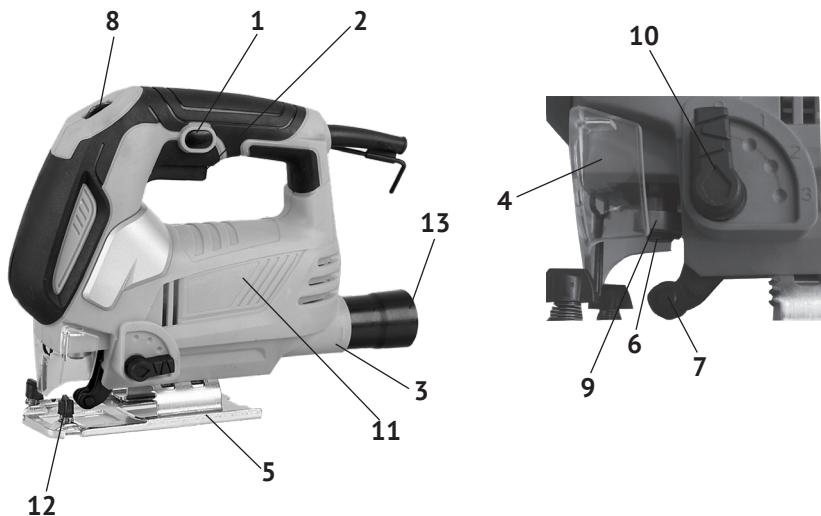

рис.1
1.6 Общий вид лобзика представлен на рис.1
1.7 Коллекторный двигатель и приводной механизм лобзика расположены в пластиковом корпусе (рис.1 поз.11). Корпус, состоящий из двух половин (правой и левой), выполнен заодно с рукояткой, расположенной сверху. Крутящий момент с якоря электродвигателя, посредством встроенного эксцентрикового механизма преобразуется в возвратно-поступательное движение верхней направляющей штока. На нижней направляющей штока расположен пилодержатель (рис.1 поз.6), в который крепится пилка. Лобзик имеет Т – образное крепление пилок.
Переключатель маятникового хода (рис.1 поз.10) имеет 4-е фиксированных положения: «0» - вертикальное пиление, «1», «2», «3» - всё более увеличивающееся отклонение от вертикали. Маятниковый ход в режимах «1», «2», «3» применяется для улучшения эффективности резания мягких (древесина, пластика и т.п.) материалов.
В нижней части опорной плиты (рис.1 поз.5) находятся два винта (головка - внутренний шестигранник). Ослабляя эти винты, устанавливаем боковой наклон корпуса лобзика относительно подошвы (до 45° вправо или влево).
1.8 Клавиша выключателя (рис.1 поз.2) расположена в нижней части рукоятки. Включение лобзика осуществляется нажатием на клавишу выключателя указательным пальцем. Фиксация клавиши в рабочем положении, осуществляется кнопкой (рис.1 поз.1), расположенной слева на рукоятке. При повторном нажатии на клавишу, кнопка фиксации и клавиша (со щелчком) возвращается в исходное положение - выключено.
Диск регулятора скорости (рис.1 поз.8) расположен сверху, в передней части рукоятки. С его помощью устанавливается необходимая скорость хода пильного полотна.
1.9 В комплект поставки входит параллельный упор с метрической разметкой. Упор крепится в пазах регулируемой подошвы двумя винтами (рис.1 поз.12) перед пилкой. Выставив упор (справа или слева от лобзика), на отмеченном по шкале расстоянии, можно проводить рез, параллельно краю заготовки.
- поднять вверх пластиковый защитный кожух (рис.1 поз.4);
- повернув вокруг своей оси втулку (рис.1 поз.9), расфиксировать пилодержатель (рис.1 поз.6);
- вставить снизу пилку (зубцами вперёд) в пилодержатель (рис.1 поз.6) так, чтобы задняя часть полотна попала в паз направляющего ролика (рис.1 поз.7);
- для удаления пыли из зоны резания используйте пылесос, присоединив его к патрубку пылеотвода (рис.1 поз.3);
При выборе скорости движения пильного полотна необходимо оценить материал заготовки. Чем твёрже распиливаемый материал, тем ниже скорость, устанавливаемая регулятором (рис.1 поз.8).